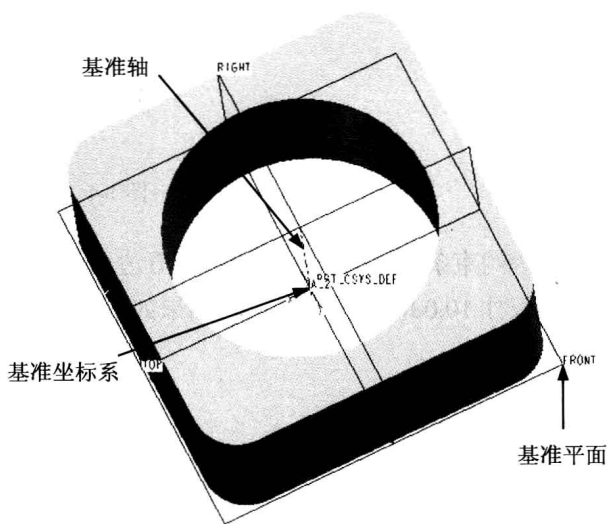

图 1-2 基准特征
②曲面特征。与实体模型相比，曲面是一种没有质量、厚度和体积的几何特征，而且精确描述曲面也比较复杂。目前，Coons 曲面、张量积曲面、Bezier 曲面、B 样条曲面以及非均匀有理 B 样条(NUBS)曲面等参数曲面为曲面造型提供了强大的技术支持。
③基准特征。基准特征是指模型设计的基准点、基准轴、基准曲线、基准平面以及基准坐标系等。基准特征主要用来辅助三维模型的创建，如图 1-2 所示。在模型创建过程中，可以通过“基准显示”工具栏控制基准特征的显示与隐藏。